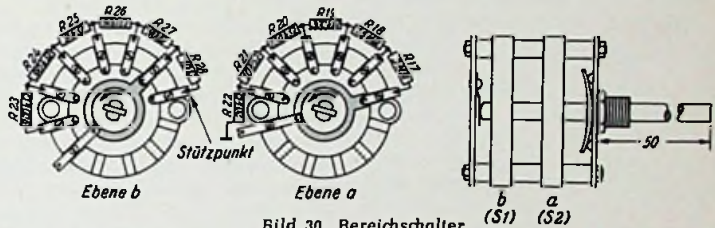

Bild 30. Bereichsschalter
- Schalter S 3...S 7 (Meßartwähler), nach Zeichnung Bild 30, 5 Schaltarme mit je 4 Schaltstellungen (besser: 6 Schaltarme, 4 Stellungen) (Mayr)